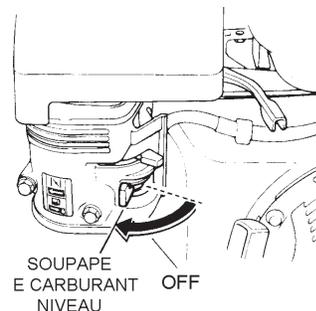

Figure 17. Robinet d'essence (OFF)
- Régler le **robinet d'essence** (figure 17) à la position **OFF**.